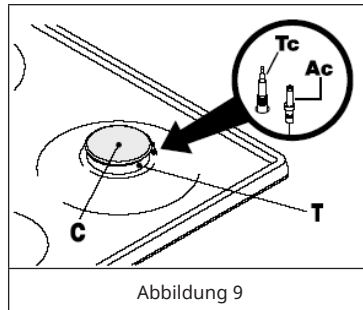

Abbildung 9
- Die Brenner können mit einer Flammensicherung (FSD = Thermoelement, siehe Abbildung 9) ausgestattet werden.
(nur bei bestimmter Geräteausstattung, siehe Abbildung 9, Bezeichnung Ac)
(nur bei bestimmter Geräteausstattung, siehe Abbildung 9, Bezeichnung Tc)
1. Falls die Brenner mit einer Flammensicherung (FSD = Thermoelement, Abbildung 9, Tc) ausgestattet sind, wiederholen Sie die zuvor beschriebenen Vorgänge.
- Die Oberfläche des Kochfeldes, der Pfannenhalter, der emaillierten Brennerdeckel (C) und der Brennerköpfe (T) (siehe Abbildung 9) müssen nach jedem Gebrauch mit warmem Seifenwasser gereinigt, gespült und anschließend gut getrocknet werden, um einen einwandfreien Zustand zu erhalten. Reinigen Sie diese niemals, wenn der Deckel und die Komponenten noch warm sind.
- Überprüfen Sie, ob die Brennerköpfe und die entsprechenden Brennerdeckel korrekt in ihren Gehäusen positioniert sind (siehe Abbildung 9).